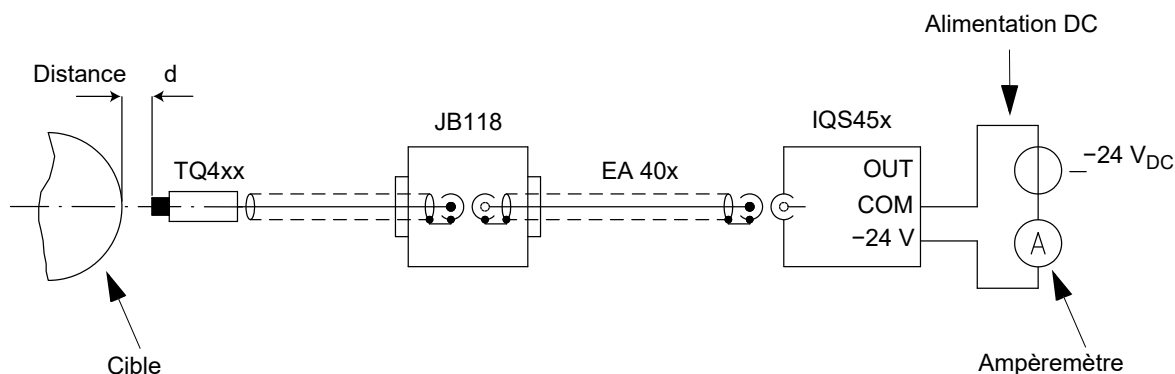

Figure 6-4 : Caractérisation à l'aide d'une technique de transmission à 2 fils
- 1- Connectez une alimentation de -24 V_{DC} entre les borniers « -24 V_{DC} » et « COM » du conditionneur de signaux IQS45x (voir la Figure 6-4).
- 2- Connectez un ampèremètre en série avec l'alimentation (voir la Figure 6-4).